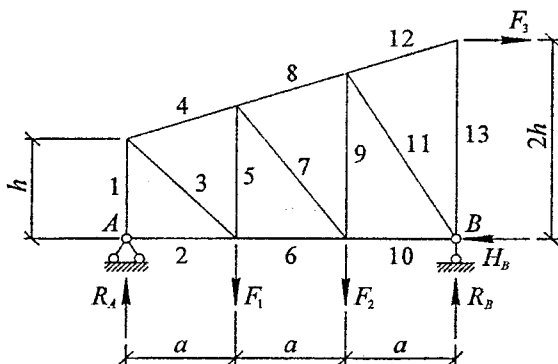

Рисунок 17.1 – Розрахункова схема ферми
1. Накреслити схему, яка наведена на рис. 17.1, і виконати обчислення згідно з прикладом, наведеним нижче.